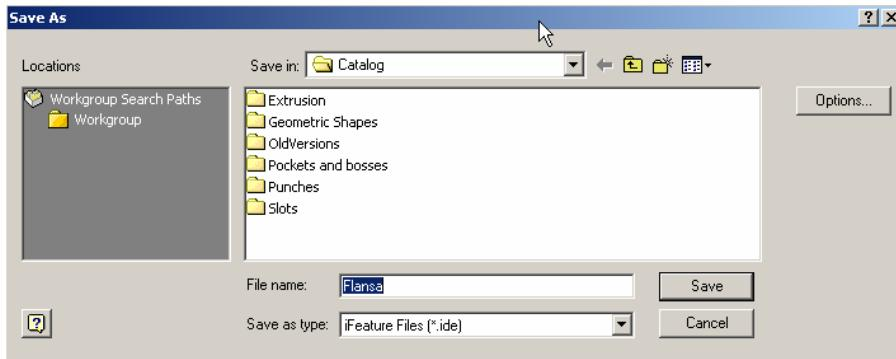

Figura 2.17.31.
- salvarea **iFeature** în catalog, prin intermediul ferestrei **Save As**, figura 2.17.31; numele propus pentru fișier este cel definit în secțiunea **Selected Feature**,